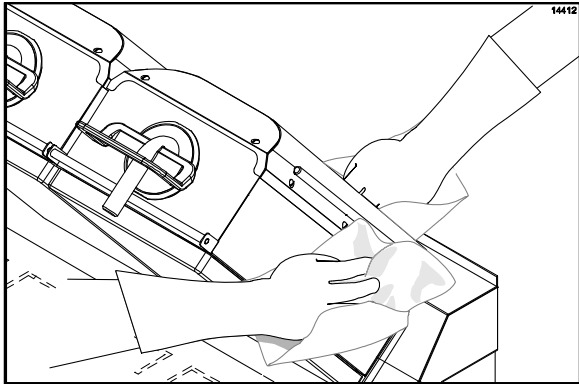

Abbildung 102
31. Die Vorderseiten, Seiten und Rückseiten der oberen Grillplatten mit einem sauberen, mit Desinfektionslösung getränkten Grilltuch abspülen. Mit der rechten oberen Grillplatte beginnen, dann mit der linken fortfahren. (Siehe Abbildung 102.)